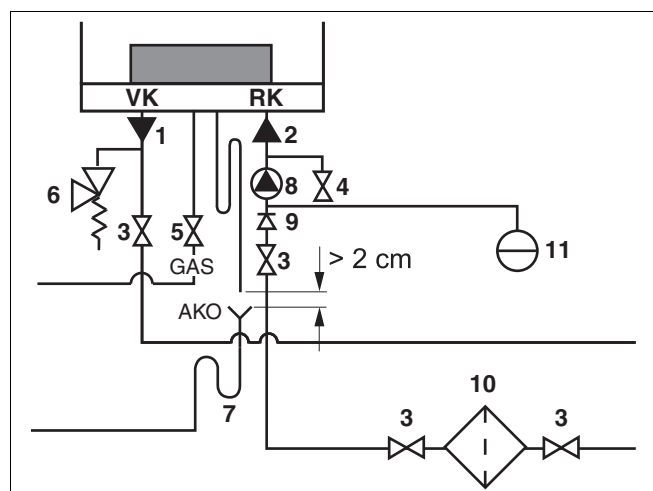

Fig. 13 Aansluiten cv-leidingen aanvoer en retour
- Monteer, in verband met reparatiewerkzaamheden aan het cv-toestel, in de aanvoer- en retourleiding een serviceafsluiter (→ fig. 13, [3], pag. 19). Gebruik serviceafsluiters met een minimale diameter van 1½".
- Sluit een vul- en aftapkraan in de retourleiding aan (→ fig. 13, [4], pag. 19).
(→ fig. 13, [6], pag. 19).